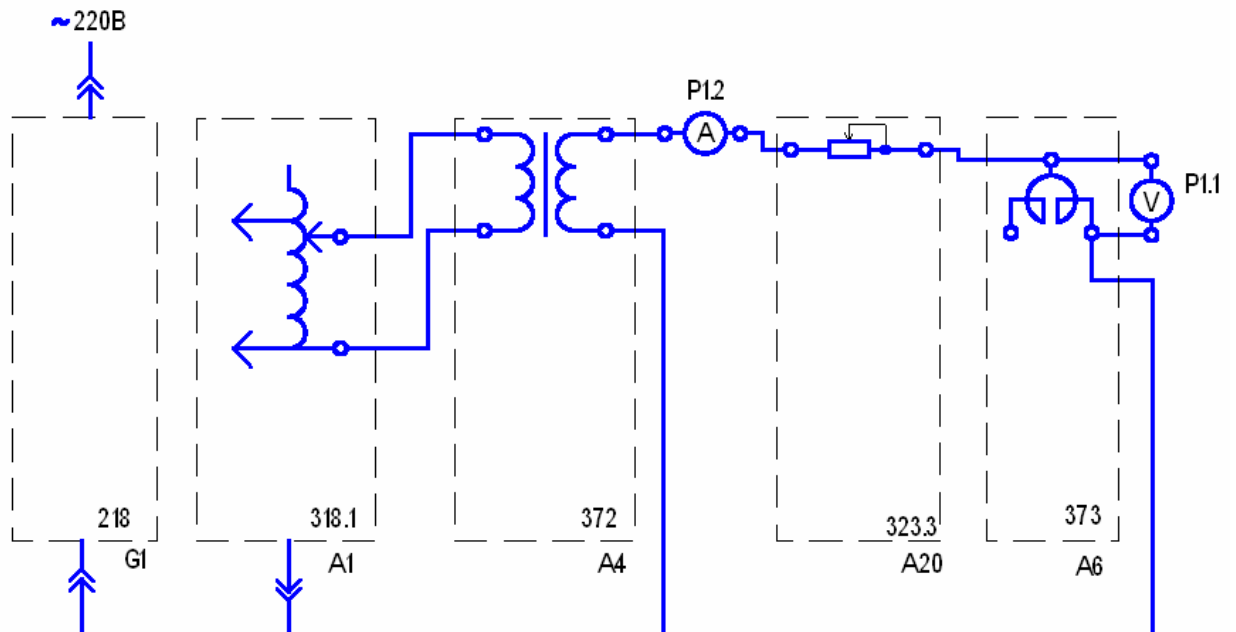

Рисунок 4.1 – Схема соединений
2. Соберите схему рис. 4.1. для определения индуктивного сопротивления реактора А6 без учета взаимной индуктивности.